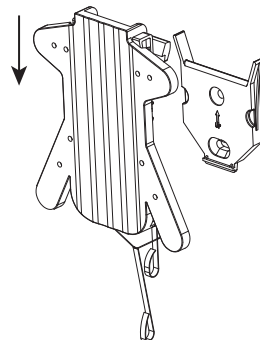

Рис. 6
2. Аккуратно вставьте крепежную пластину с Вашим дисплеем в настенную панель (см. рис. 6). **Не отпускайте дисплей до тех пор, пока крепежная пластина на дисплее не будет надежно размещена в настенной панели.**